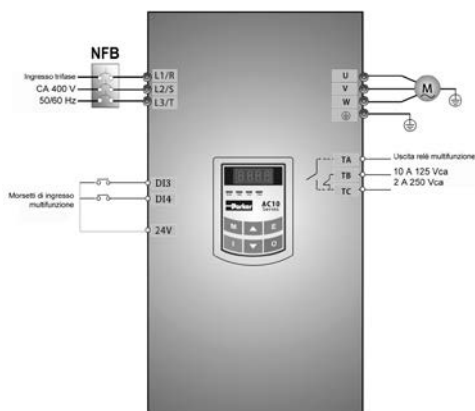

Figura 4-2 Diagramma di cablaggio 2
- (1) Collegare i cavi come indicato nella Figura 4-2. Dopo avere controllato i cablaggi, attivare l'interruttore dell'aria e accendere l'inverter.